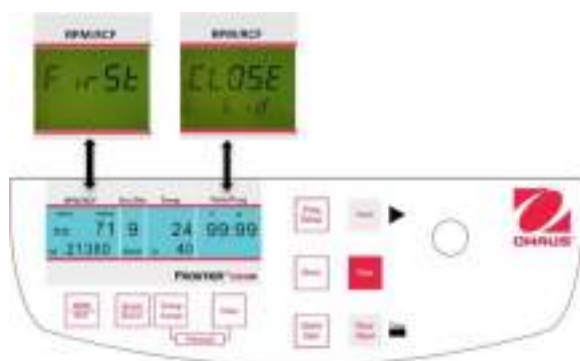
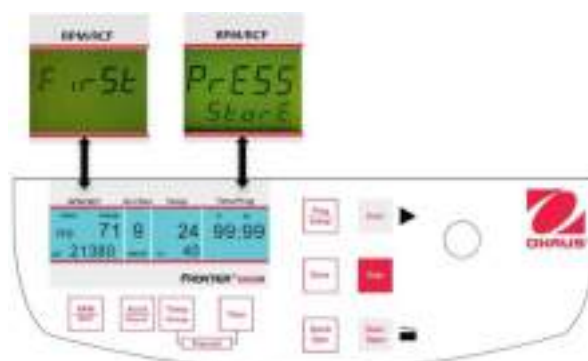

Figure. 23
Figure. 24
Fermer le couvercle de la centrifugeuse. Procéder dorénavant selon la description précédente afin de définir tous les paramètres importants de la centrifugation. Si le couvercle n'est pas fermé lors de la mémorisation du programme, les mots **"FirSt"** et **"CLOSE Lid"** (voir la figure 23) clignotent alternativement sur l'affichage **"RPM/RCF"** (A-1). Si la centrifugation doit être démarrée sans mémorisation du programme, les mots **"First"** et **"PrESS StoreE"** (voir la figure 24) clignotent alternativement sur l'affichage **"RPM/RCF"** (A-1).
Pour adapter les données, appuyer sur la touche **"Store"** (12) (voir les figures 23 et 24) pendant 1 seconde environ. Si le programme est correctement mémorisé, le mot **"StoreE"** apparaît sur l'affichage **"RPM/RCF"** (A-1). Ceci aura pour effet de faire disparaître le mot **"programm"** (M10). Aussitôt après avoir libéré la touche **"Store"** (12), le mot "programm xx" (M10) réapparaît avec xx correspondant à l'emplacement du programme choisi.